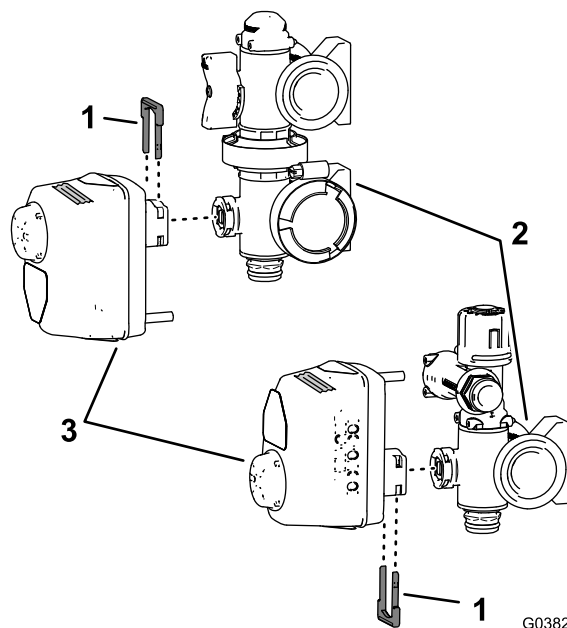

図 52
2. アクチュエータをマニホールドバルブに固定しているリテーナを外してアクチュエータをバルブから分離する 図 52。